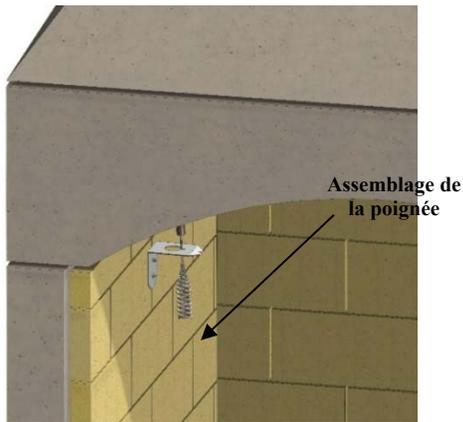

Figure 28. Assemblage du support et de la poignée
D. Insérez le câble de traction dans le support et Ajustez la longueur selon les instructions du fabricant de l'amortisseur. Fixez l'ensemble de la poignée au support et vérifiez le bon fonctionnement du volet. Voir la Figure 28.